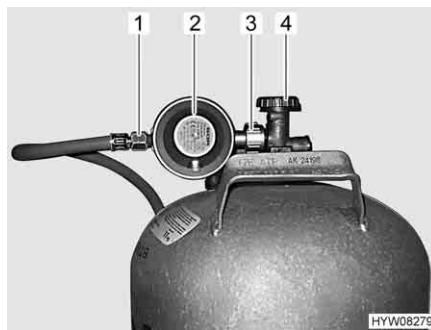

Fig. 95 Raccordo bombola del gas
- Chiudere la valvola principale di arresto (Fig. 95,4) della bombola del gas. Osservare la direzione della freccia.
- Tenere fermo il regolatore di pressione del gas (Fig. 95,2) e aprire il dado zigrinato (Fig. 95,3) (nella filettatura sinistra).
- Rimuovere il regolatore di pressione del gas con il tubo del gas (Fig. 95,1).
- Collocare il regolatore di pressione del gas (Fig. 95,2) con il tubo del gas (Fig. 95,1) sulla bombola del gas e serrare il dado zigrinato (Fig. 95,3) (generalmente filettatura sinistra). **Non tirare con molta forza.**